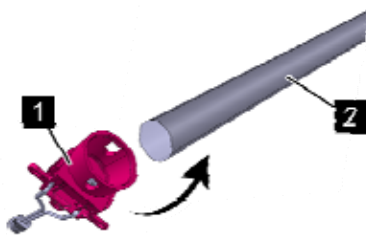

Abb. 4: LED-Einheit auf Lichtleiter schieben
5. Schieben Sie jeweils eine LED-Einheit (Abb. 4/1) auf beide Enden des Lichtleiters (Abb. 4/2).